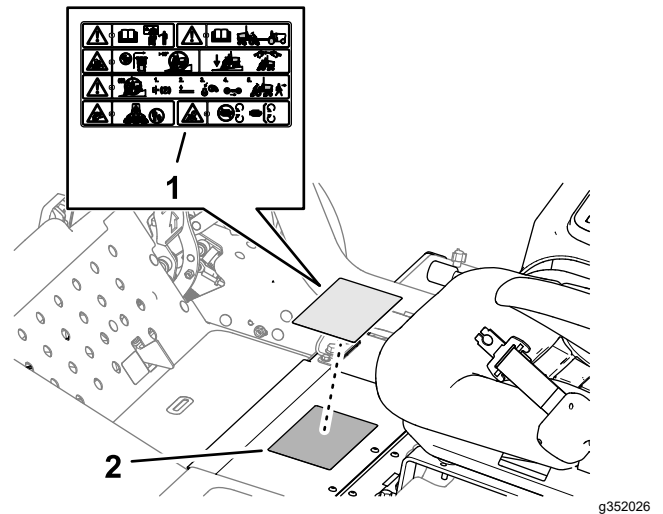

Bild 24
1. Reinigen Sie den Standard-Warnaufkleber mit Alkohol, und lassen Sie den Rahmen trocknen (Bild 24).
2. Entfernen Sie die Trägerfolie und bringen Sie den CE-Warnaufkleber (Bestellnr. 138-1186) über den Standard-Warnaufkleber an, wie in Bild 24 dargestellt.